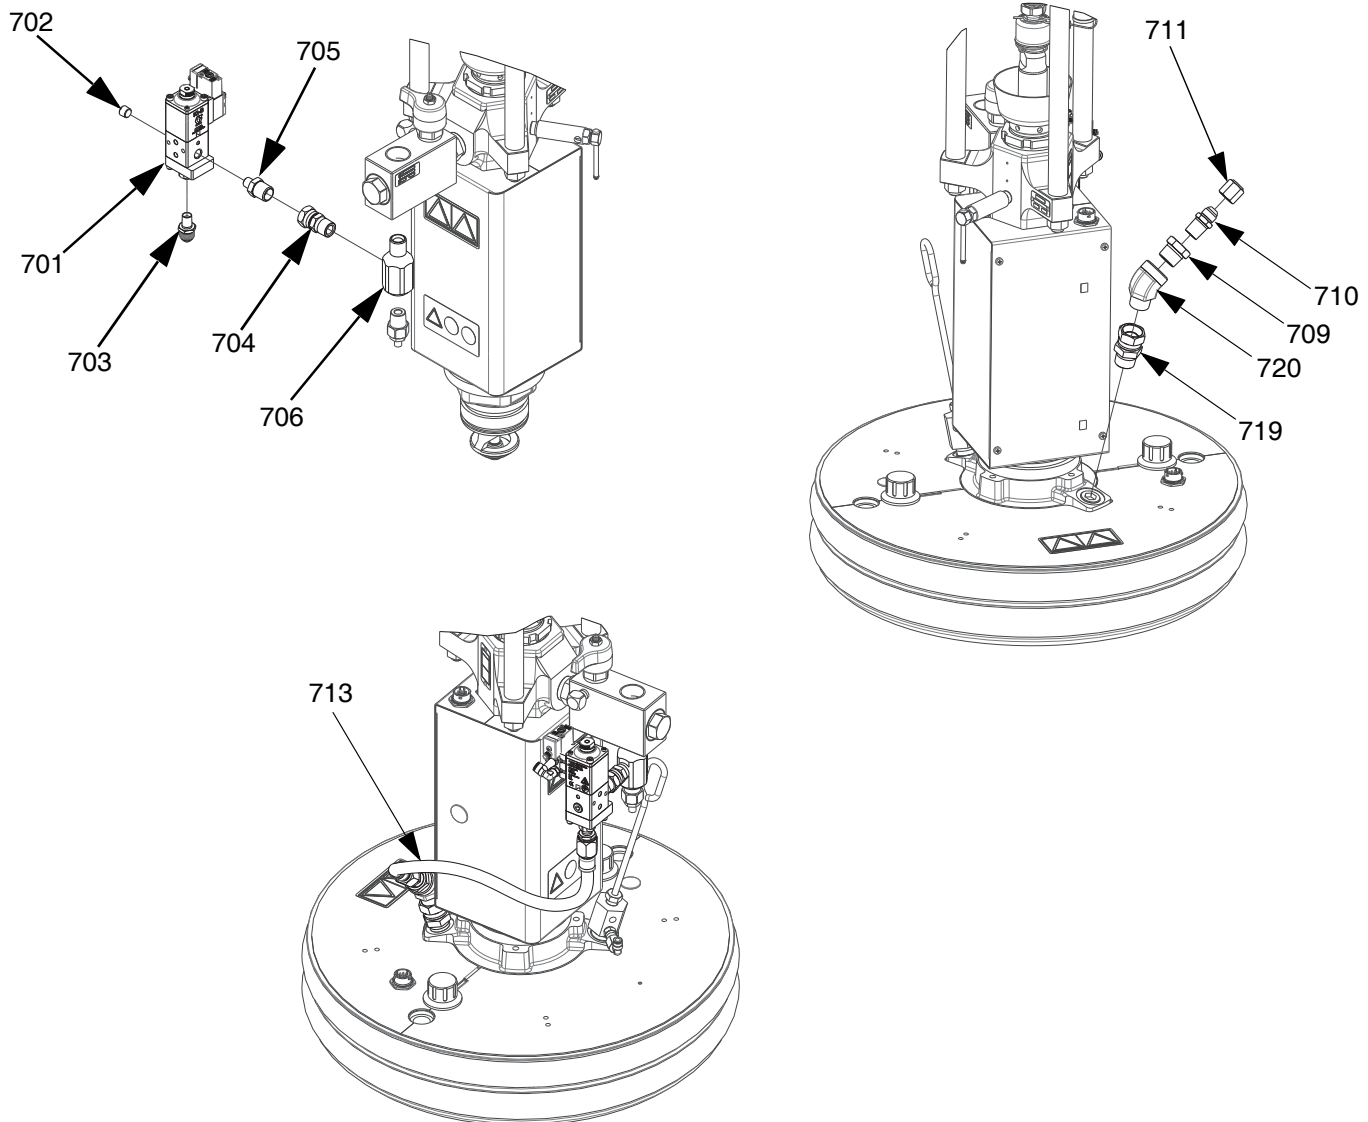

FIG. 55 : Kit de vanne de cylindre, Uréthane, 26B637
2. Raccorder le capteur de pression du port 5 sur le moteur électrique (AB).
3. Retirer le raccord du capteur de pression (TF) et le raccord auquel il est attaché depuis le clapet anti-retour de fluide (AE).
4. Avec un ruban de filetage, monter le raccord en T 1/2 NPT (706) dans le clapet anti-retour de fluide (AE), puis installer le raccord du capteur de pression (TF) dans le bas du raccord en T 1/2 NPT (706).
5. Avec un ruban de filetage, installer le raccord tournant 1/2 NPT (705) dans le raccord en T 1/2 NPT (706). Voir la Fig. 55.
6. Installer la vanne de cylindre (701) sur le raccord tournant 1/2 NPT (706) avec l'adaptateur 1/4 NPT x 1/2 NPT (704), puis serrer.
7. Monter le flexible de recirculation (713) sur la vanne de cylindre (701) et serrer.
8. Raccorder le capteur de pression au port 5 sur le moteur électrique (AB).
**REMARQUE :** Ne pas installer le flexible de recirculation (713) sur le raccord de la vanne de cylindre (703) avant que le produit ait été chargé dans la vanne de cylindre (701). Voir le manuel d'utilisation E-Flo iQ pour des instructions sur le chargement du produit dans le cylindre et la vanne de cylindre.
9. Débrancher le connecteur M12 actuel du port 3 sur le moteur électrique (AB).
10. Raccorder le faisceau (714) au port 3 sur le moteur électrique (AB).
14. Brancher le tube en nylon (715) au raccord coudé